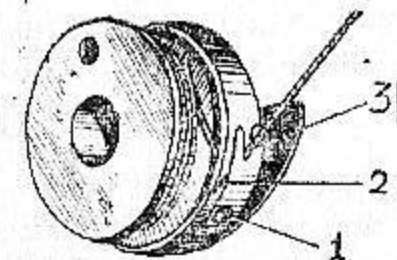

Рис. 5.
У левого челночного комплекта защелку 1 удобнее открывать указательным пальцем, а далее нужно поступать так же, как и в случае правого челночного устройства. Шпулька лежит свободно и шпуледержателе и легко может быть вынута наружу. Намотанная шпулька должна вкладываться в шпульный колпачок таким образом, чтобы заправляемый конец нитки был направлен по стрелке (рис. 5) к прорези 2 в шпульном колпачке. Задерживая слегка шпульку, протягивают нитку под пружину натяжения. Свободный конец нитки должен иметь длину около 7 сантиметров.
10.2. Регулирование натяжения нижних ниток (рис. 5)